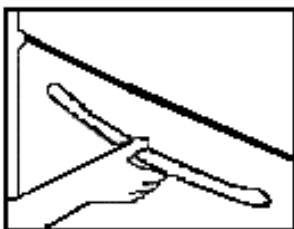

Figure 6
**ΣΗΜΑΝΤΙΚΟ:** Για να ανοίξετε την πόρτα του φούρνου πιάστε το χερούλι στο κέντρο. (Βλέπε Figure 6)